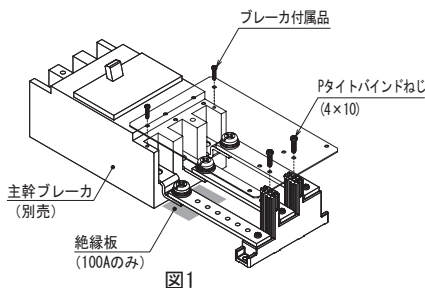

図1
一番低い固定ねじの下に絶縁板を付けてご利用ください。(図1)
- 付属の保護カバーをPタイトナベコねじ (4×14) とプレーカ付属品ねじにて取付けてください。(図1)